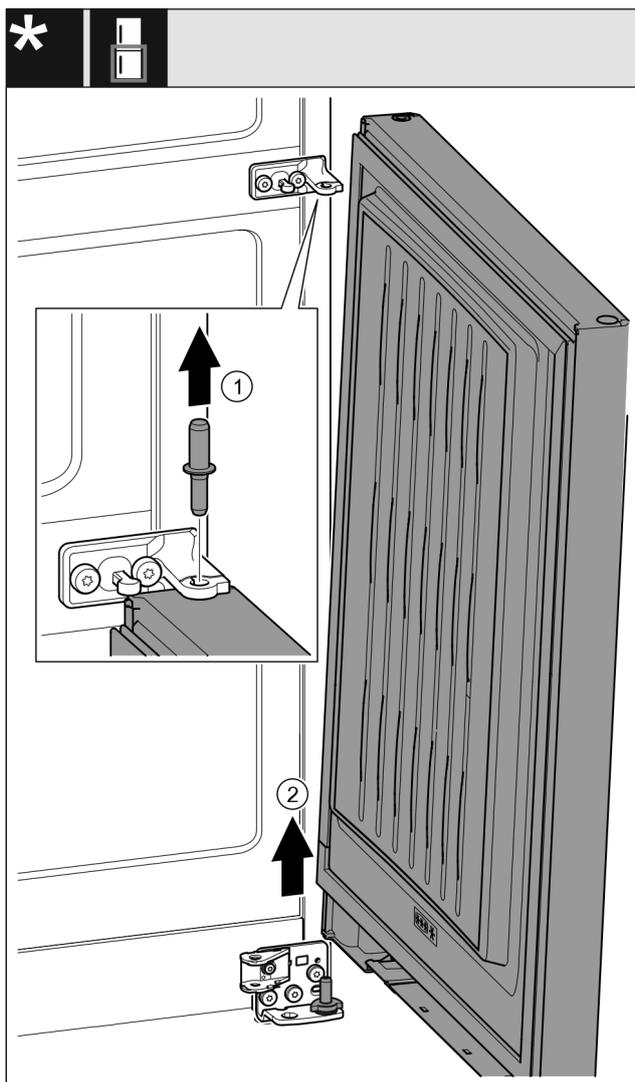

Fig. 23 *
- ▶ Bolzen nach oben herausziehen. *Fig. 23 (1)**
- ▶ Tür herausschwenken, nach oben ziehen und beiseitestellen. *Fig. 23 (2)**